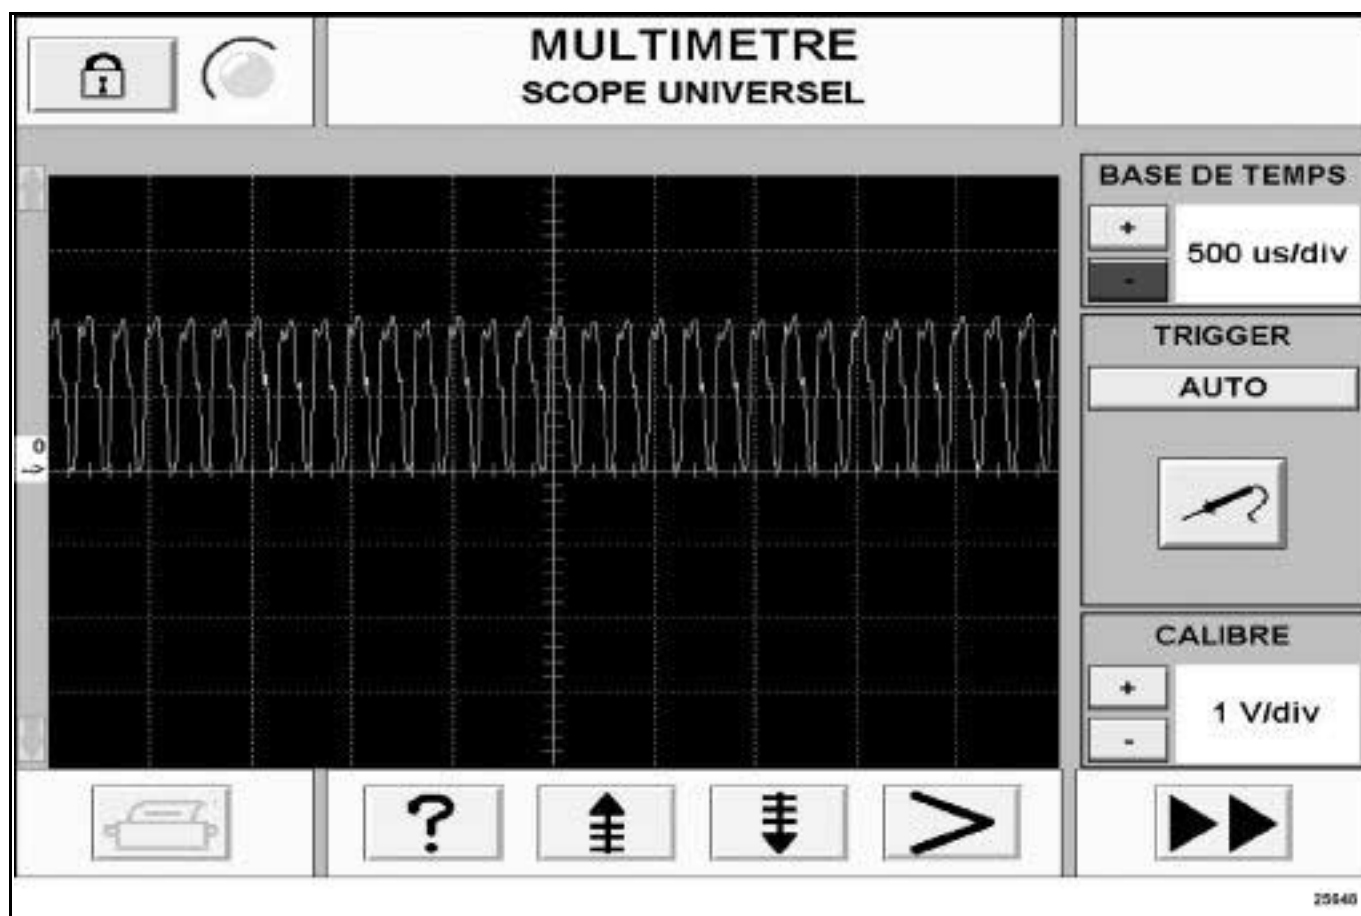

Рис. 2
- Если сигнал присутствует, (см. Рис. 2, последовательность сигналов с амплитудой $2\text{ В} \pm 0,3\text{ В}$), ЭБУ ESP исправна, замените комбинированный датчик (см. Замена элементов системы) и выполните ПРОВЕРКУ 3.